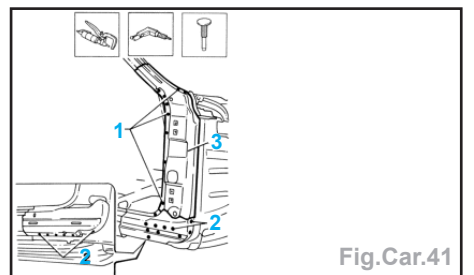

Fig.Car.41
- Section (2) de la tôle indiquant les points de découpe pour que l'opérateur puisse en régler la position et la profondeur, de manière à ne pas endommager les tôles en dessous.
- Entamer les points de soudure (3) avec une fraiseuse.
- A l'aide d'une perceuse, faire sauter les points de soudure (4).
- Faire sauter les points précédemment fraisés au burin et au marteau (5).
- Entamer les points de soudure (1) avec une fraiseuse (Fig.Car.41).